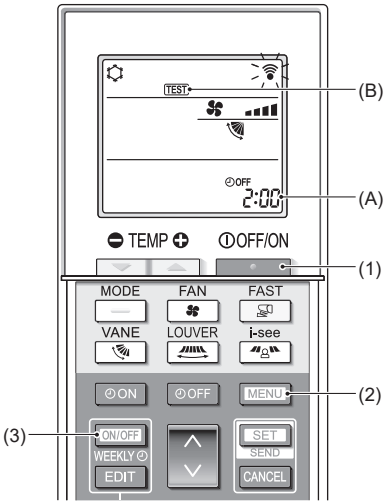

Abb. 7-5
7.2.2. Verwendung der drahtlosen Fernbedienung (Abb. 7-5)
- Drücken Sie die Taste (1), um die Klimaanlage anzuhalten.
- Wenn der Wochen-Timer aktiviert ist (WEEKLY eingeschaltet ist), drücken Sie die Taste (3), um ihn zu deaktivieren (WEEKLY ist ausgeschaltet).
- Drücken Sie die Taste (2) 5 Sekunden lang.
- Drücken Sie die Taste (2).
- TEST (B) leuchtet auf und das Gerät tritt in den Testlaufmodus ein.